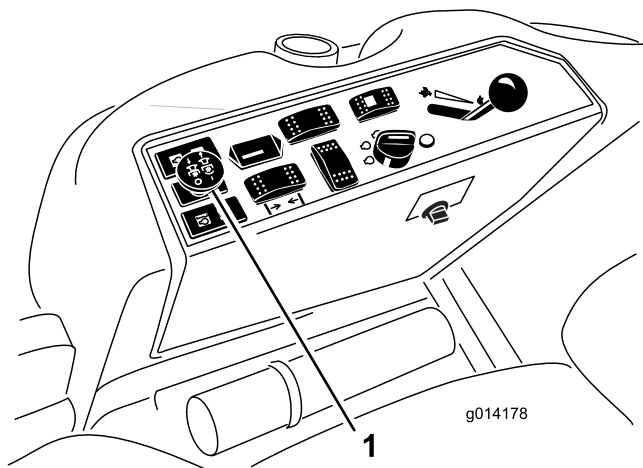

図15
3. PTOスイッチを引くとPTOが作動を開始する(図15)。